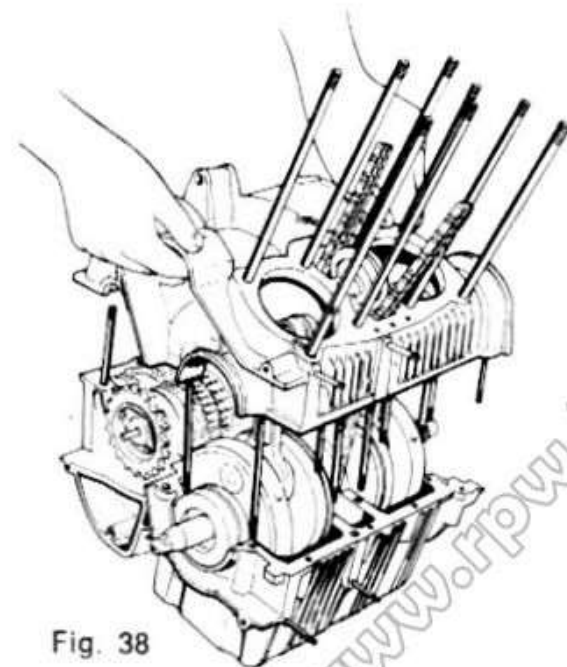

Fig. 38
- 5) Imboccare i prigionieri del carter superiore nei rispettivi fori di quello inferiore e chiudere tutti i dadi (fig. 38).